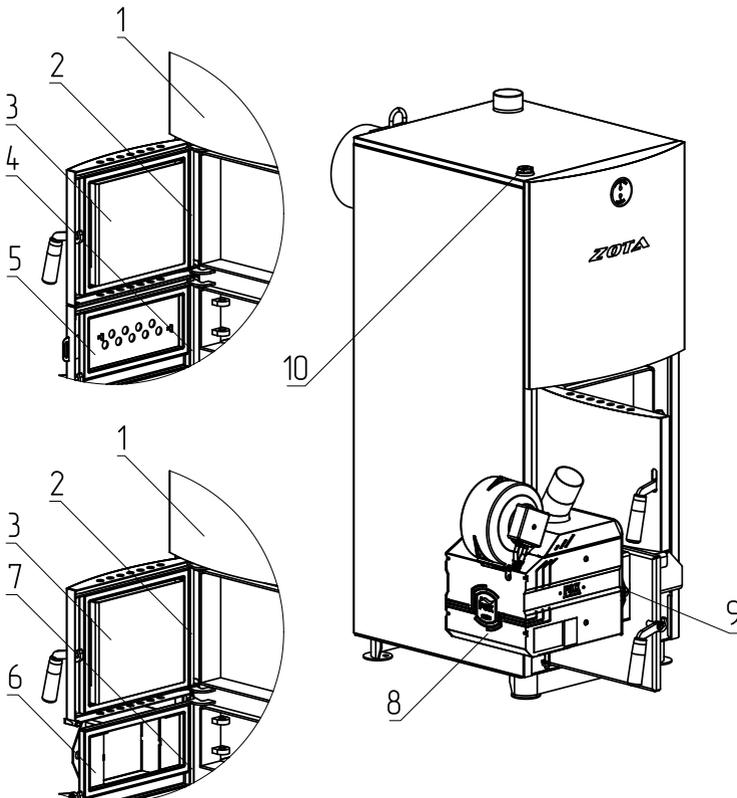
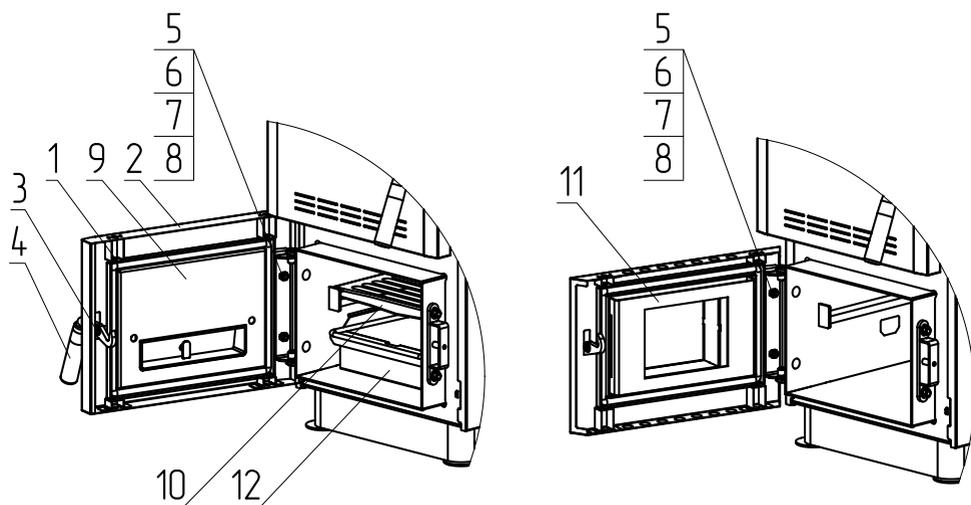

Рис. 9 Порядок установки двери на твердотопливные котлы ZOTA Mix 40 и ZOTA Mix 50
Рис. 12 Порядок установки адаптера на твердотопливные котлы ZOTA Тополь-М 42, 60
- Снимите панель (Рис.9, поз.1), извлеките ось (Рис.9, поз.2) и снимите дверцу загрузочную (Рис.9, поз.3).
- Затем извлеките ось дверцы зольной (Рис.9, поз.4) и снимите зольную дверцу (Рис.9, поз.5).
- Далее установите адаптер горелки (Рис.9, поз.6) и зафиксируйте его осью (Рис.9, поз.7).
- Установите дверцу загрузочную (Рис.12, поз.3), установите ось загрузочной дверцы (Рис.9, поз.2) и установите на место панель (Рис.9, поз.1).
- Установите горелку (Рис.9, поз.8) на котел и зафиксируйте ее гайками (Рис. 9, поз. 9).
- Для установки гильзы под датчики температуры и перегрева снимите пробку или тягорегулятор (если установлен) и установите гильзу (Рис.9, поз.10) в освободившееся отверстие.
- Открутите 4 самореза (Рис.12, поз.1), откиньте обшивку дверцы (Рис.12, поз.2), снимите стопорную шайбу ручки (Рис.12, поз.3), снимите обшивку дверцы (Рис.12, поз.2) и ручку (Рис.12, поз.4), открутите гайки (Рис.12, поз.5), извлеките болты (Рис.12, поз.6), шайбы (Рис.12, поз.7, 8) и снимите дверцу шуровочную (Рис.12, поз.9).
- Извлеките колосники (Рис.12, поз.10) и зольный ящик (Рис.12, поз.12).
- Далее установите адаптер горелки (Рис.12, поз.11) в обратном порядке.